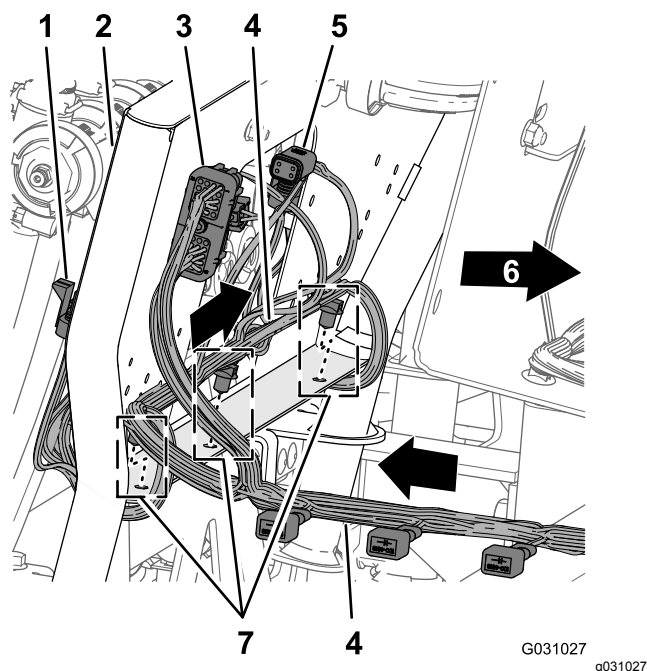

Figura 107
1. Disponete la diramazione di 218,4 cm del cablaggio preassemblato sulla parte posteriore del supporto a 10 valvole con i 10 connettori per le valvole degli ugelli indietro e sotto le valvole (Figura 107).
2. Inserite i fermi a pressione della diramazione di 218,4 cm del cablaggio preassemblato nei fori della flangia inferiore del supporto a 10 valvole (Figura 107).